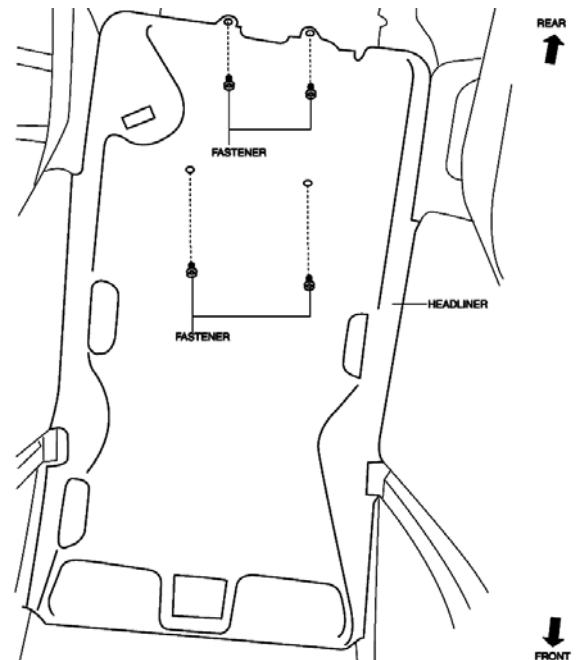

FIGURE 62
- 10.) INSTALL THE FOUR FASTENERS. (SEE FIGURE 62)